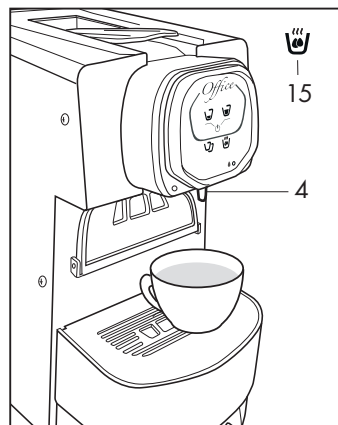

Fig. 11
- Placer une tasse sous le bec (4) (Fig. 11).
- En maintenant enfoncé le symbole (15), la machine distribue de l'eau chaude (Fig. 11) ; relâcher la touche une fois que la quantité voulue est atteinte.
- Par une légère pression sur le symbole (15), la fonction eau chaude est activée (Fig. 11) ; appuyer à nouveau sur la touche pour arrêter la fonction.